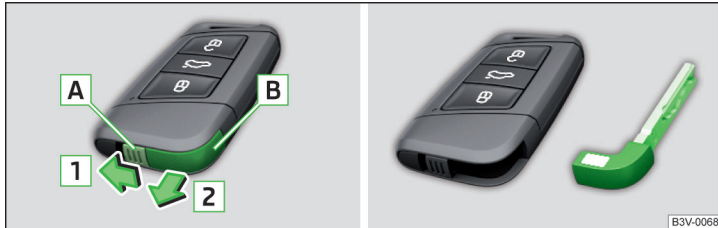

Abb. 348 Notschlüssel herausnehmen
- › Die Rastnase **A** in Pfeilrichtung **1** entriegeln und den Notschlüssel **B** in Pfeilrichtung **2** herausnehmen » Abb. 348.